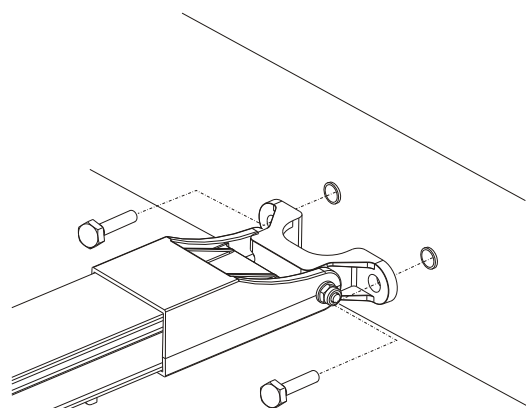

Fig. 8
- Assembler la bride d'ancrage au panneau de la porte ou la où nécessaire au mur avec des rivets et des chevilles (Fig. 8) ;